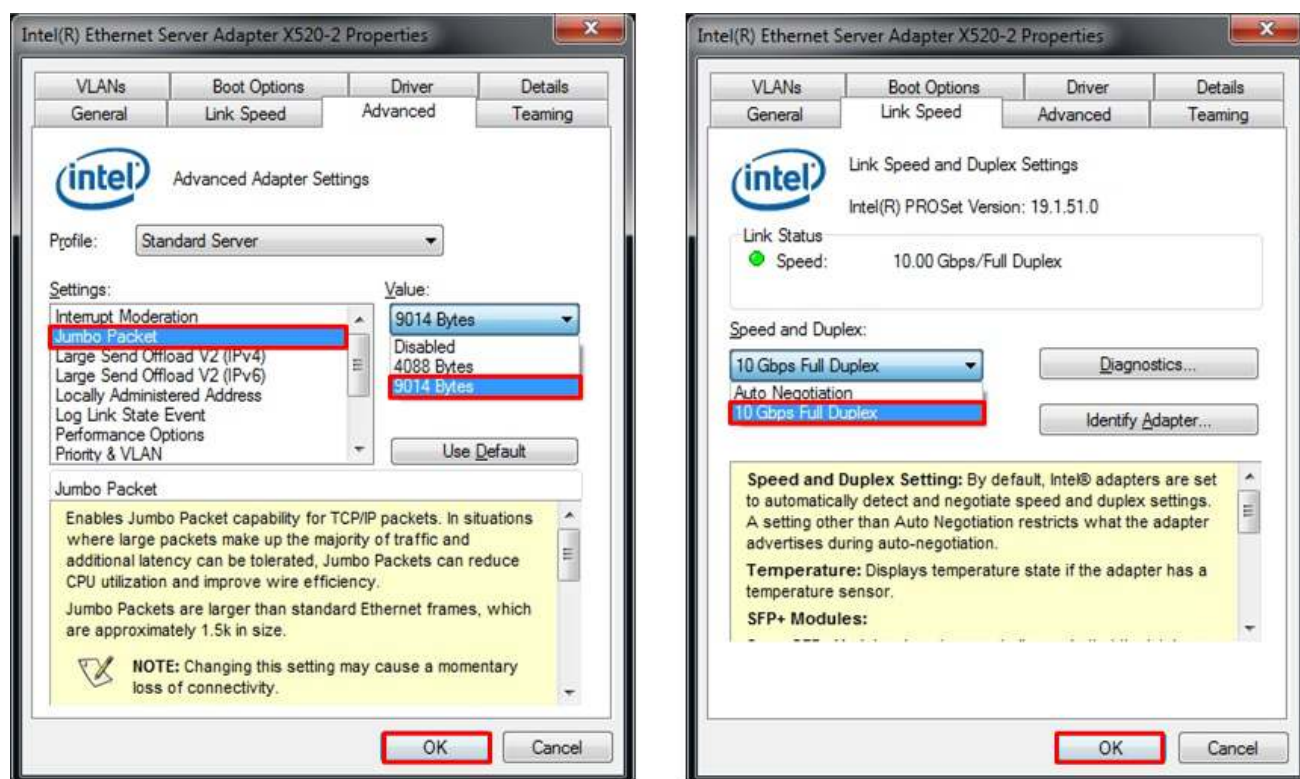

図 2-3: リンク速度とジャンボ・フレームの設定
- アドバンス・タブにて、図 2-3 左側の様に Jumbo Packet = 9014Bytes に設定します。あるいは非ジャンボ・フレームを評価する場合は”Disabled”にセットします。
- リンク速度のタブにて、図 2-3 右側のように”10Gbps Full Duplex”を指定します。